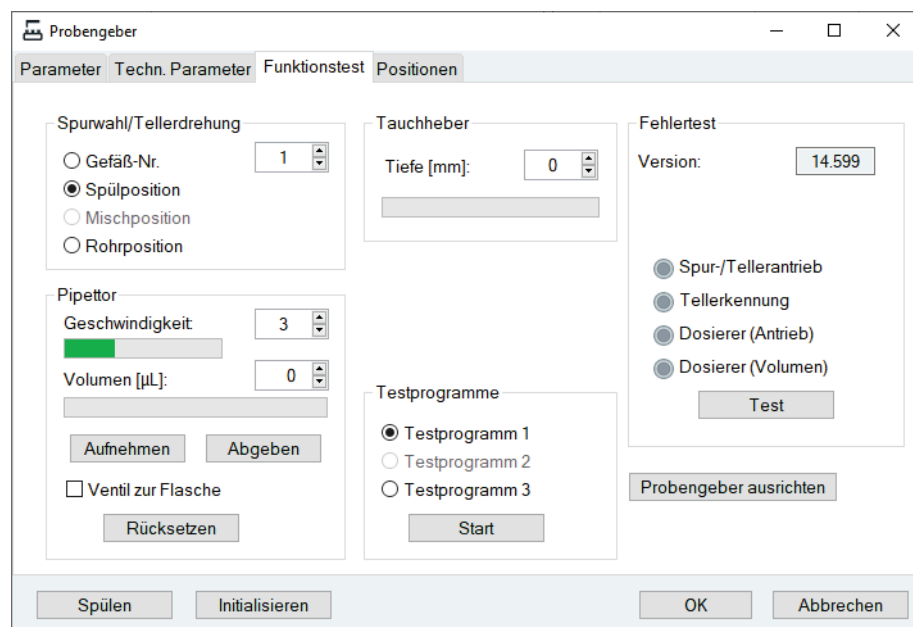

Bild 67 Fenster "Probengeber / Funktionstest" in der Software ASpect LS
3. In ASpect LS mit  das Fenster PROBENGEBER öffnen. Auf die Karte FUNKTIONSTEST (Bild 67 S. 100) wechseln.